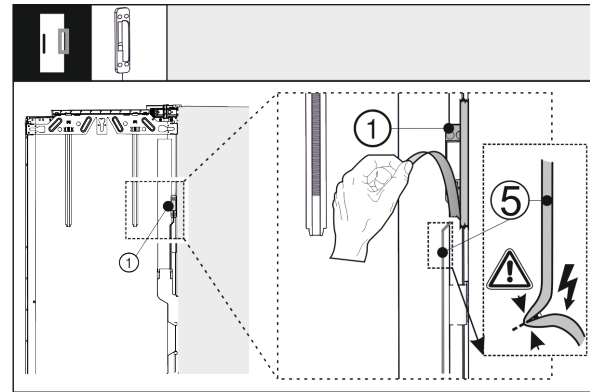

Fig. 40
- ▶ Atlaisvinkite stuksenimo jutiklį Fig. 40 (1) nuo išorinių durų. Nepažeiskite jungiamojo kabelio Fig. 40 (5).